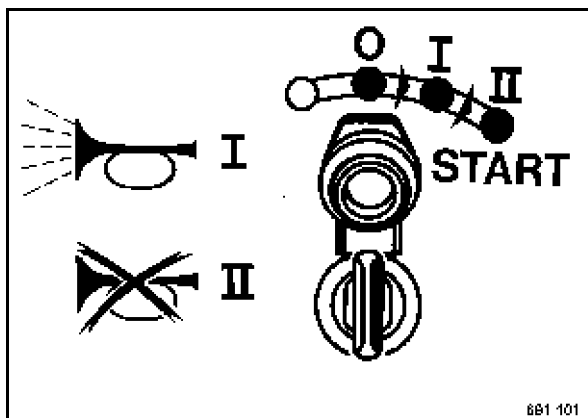

рис. 14
- Повернуть ключ зажигания в положение I (рис. 14); зуммер не звучит.